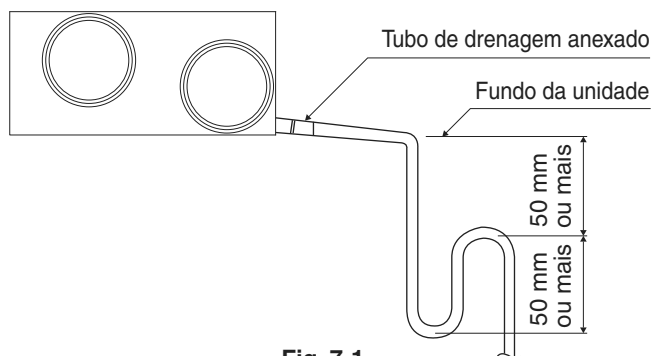

Fig. 7-1
(1) Instale a tubagem de drenagem.
- No caso de sistema de conexão de ducto directa, existe pressão negativa dentro da unidade relativa a pressão atmosférica quando a unidade está em funcionamento, por isso certifique-se de que fornece uma armadilha de drenagem na saída de drenagem. **(Consulte a Fig.7-1)**